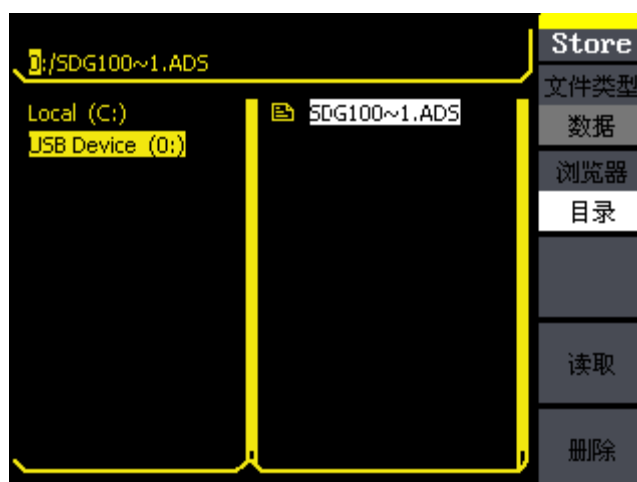

图 2-38 固件升级界面-目录选择
4. 浏览器选择“目录”，文件类型“数据”，按方向键↓，选择 USB Device (A) 如图 2-38 所示；